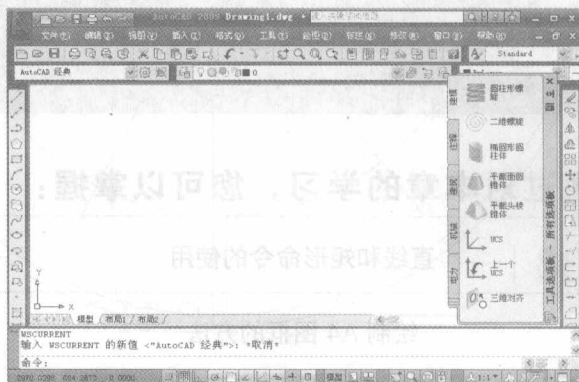

图 1-3 AutoCAD 2009 中文版窗口
Step 02 启动 AutoCAD 2009 中文版后,打开 AutoCAD 2009 中文版经典窗口,如图 1-3 所示。AutoCAD 2009 中文版的操作界面分成以下几个部分:标题栏、菜单栏、工具栏、绘图窗口、世界坐标系、命令行、状态栏、模型与布局选项卡、十字光标等。